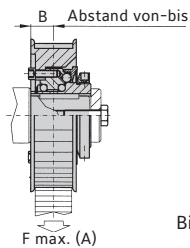

Bild 4
Die Antriebselemente, z.B. Zahnriemenscheiben (Bild 4) werden auf dem Anbauflansch zentriert und mit demselben verschraubt. Liegt die Radialkraft des Antriebselementes zwischen den beiden Kugeln der R+W-Sicherheitskupplung (B) kann auf eine zusätzliche Lagerung verzichtet werden. Zulässige Maße und Riemenvorspannkraften (A) nach Tabelle 1 beachten.